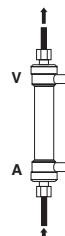

Fig.4/Abb.4/Εικ.4/Рис.4
6) Spoel de bloedzijde van de dialysator en de bloedlijn met meer dan 1000 ml fysiologische zoutoplossing bij ongeveer 100 ml/min. (Fig. 4)